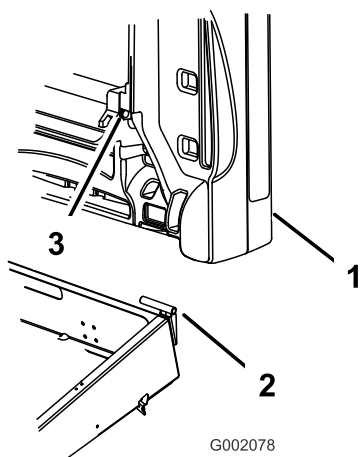

Figura 9
3. Desloque o orifício de montagem da caixa de carga para o apoio da articulação (Figura 9).